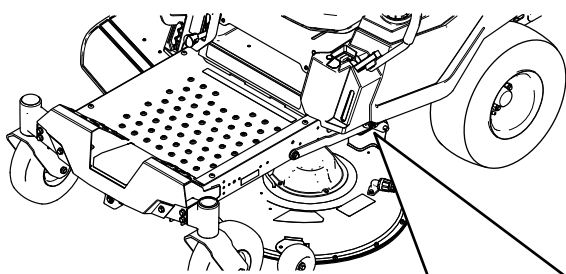

**Figure 63**
4. Placez deux cales de 6,6 cm (25/8 po) d'épaisseur chacune sous chaque côté du bord avant du tablier de coupe, mais pas sous les supports des galets anti-scalp (Figure 63).
5. Placez deux cales de 7,3 cm (27/8 po) d'épaisseur chacune sous le bord arrière de la jupe du tablier de coupe, une de chaque côté (Figure 63).